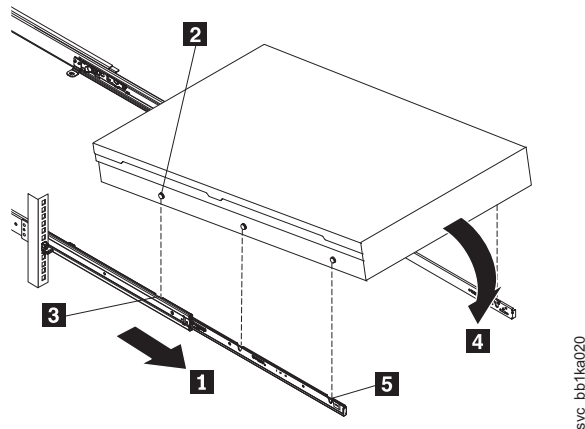

図 51. ラックのスライド・レールへの 2145-CG8 または 2145-CF8 ノードの取り付け
- a. スライド・レール (87 ページの図 51 の **1**) を、2 度カチッと音がして所定の位置に収まるまで、前方に引きます。